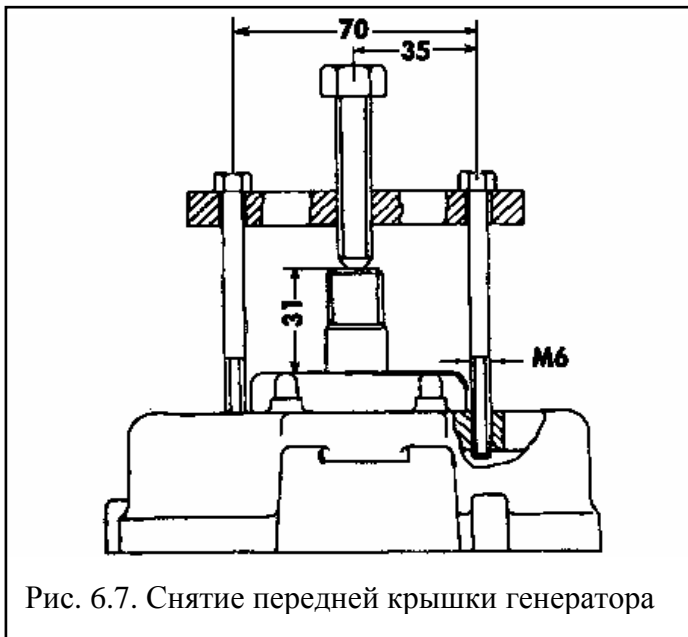

Рис. 6.7. Снятие передней крышки генератора
- снять с вала ротора переднюю крышку вместе с подшипником, используя резьбовые отверстия в крышке и специальное приспособление (рис. 6.7).